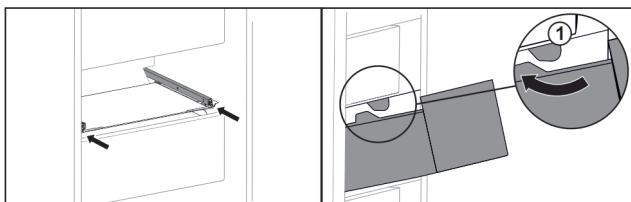

Fig. 42
- ▶ Prevedte zásuvku okolo zarážok Fig. 42 (1).